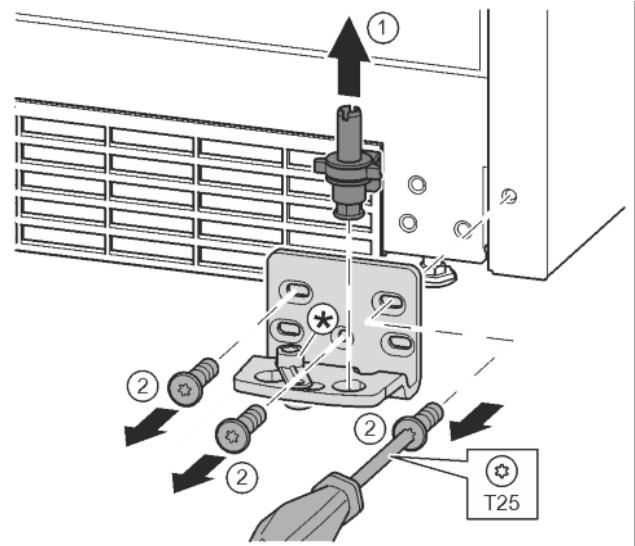

Fig. 14
- Pilnīgi izvelciet ārā uz augšu gultņa tapu. Fig. 14 (1)
- Ar skrūvgriezi T25 izskrūvējiet skrūves un noņemiet gultņa balstu. Fig. 14 (2)